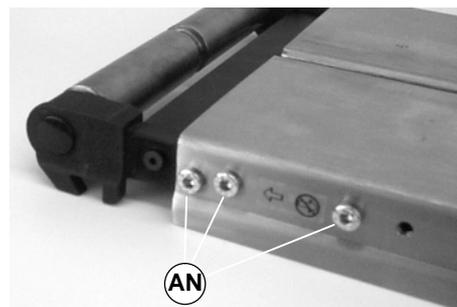

Abbildung 29
4. Drei (3) Schrauben (AN siehe Abbildung 29) auf der gegenüberliegenden Seite des Achsapfens entfernen.